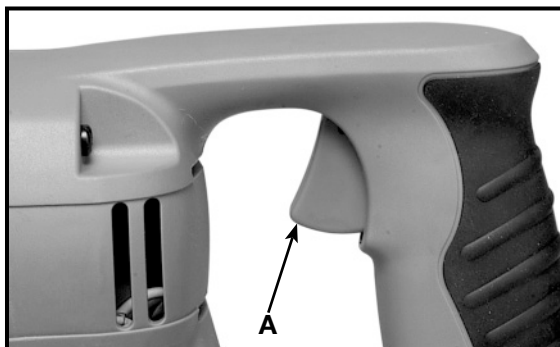

Fig. 7
2. Agarre firmemente la sierra. Apriete el gatillo (interruptor) (A) Fig. 7, para poner el motor en marcha. Suelte el gatillo para parar el motor.